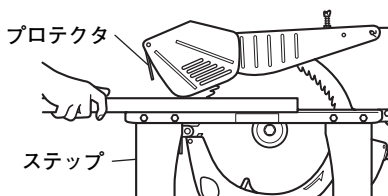

図 11
- 接触予防装置(保護カバー)の前にプロテクタ(図11)があります。のこ刃が回転しているときは、絶対に手などをプロテクタの中に入れてください。けがの原因になります。